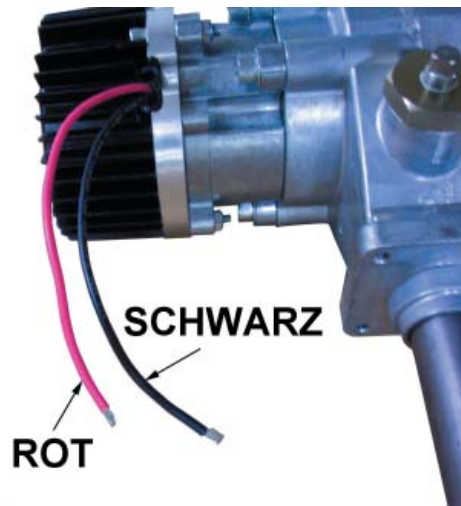

Abbildung 1A
5. Zur Beachtung: Der Motor ist polaritätssensitiv und funktioniert bei unvorschriftsmäßiger Verkabelung nicht. Rotes Motorkabel stets mit Pluspol der Stromzuführung verkabeln (siehe Abbildung 1A). Motor durch Sicherung absichern; siehe Angaben dazu bei den Tabellen 2, 3, 4 und 5).